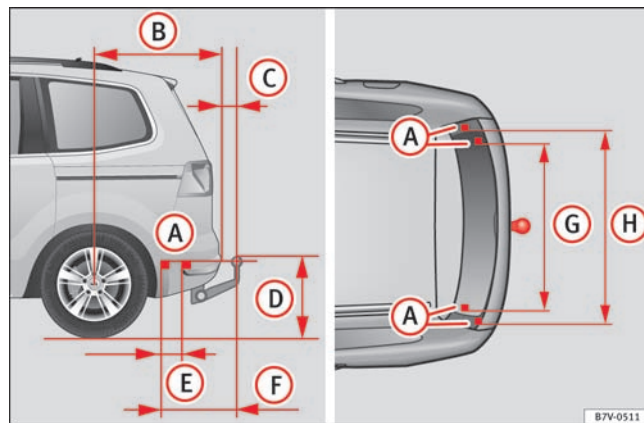

Fig. 154 Mål og fastgørelsespunkter til eftermontering af et anhængertræk
Ved eftermontering af anhængertræk skal afstandsmålene altid overholdes. Afstanden fra midten af kuglehovedet og ned til kørebanelen ⇒ Fig. 154 (D) må under ingen omstændigheder være kortere end det angivne mål. Det gælder også, når bilen er fuldt læsset, og det maksimale kuglehovedtryk udnyttes.
Afstandsmål ⇒ Fig. 154: